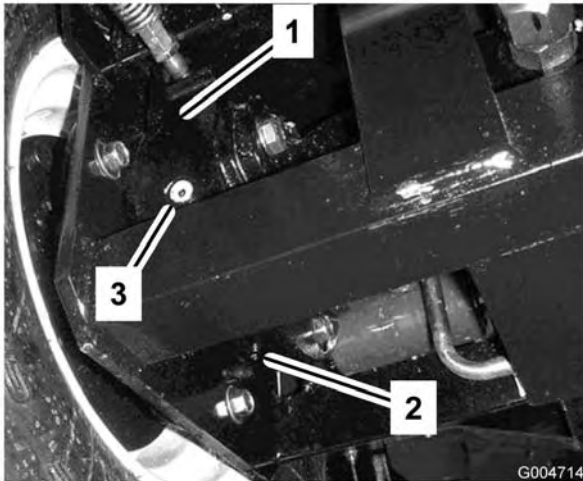

Figura 59
4. Coloque un recipiente debajo del alojamiento del freno en el otro lado de la rueda (Figura 59).